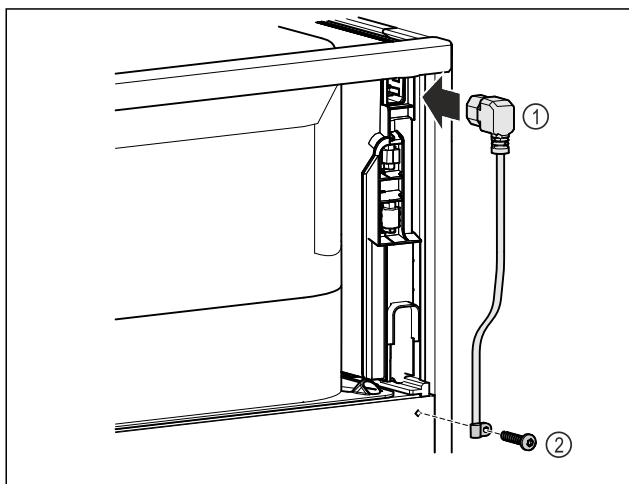

Fig. 13
- ▶ Zapojte zásuvku chladicího zařízení přívodního síťového kabelu Fig. 13 (1) na zadní straně přístroje.
- ▶ Namontujte odlehčení tahu. Fig. 13 (2)